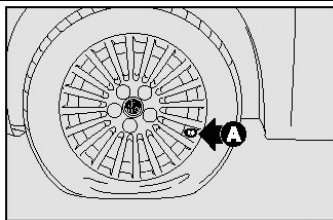

рис.16
- Установить ремонтное колесо так, чтобы вентиль **A** – **рис.16** располагался, как показано на рисунке, после чего **включить стояночный тормоз**, затем выньте ремонтный комплект и установите его рядом с колесом;